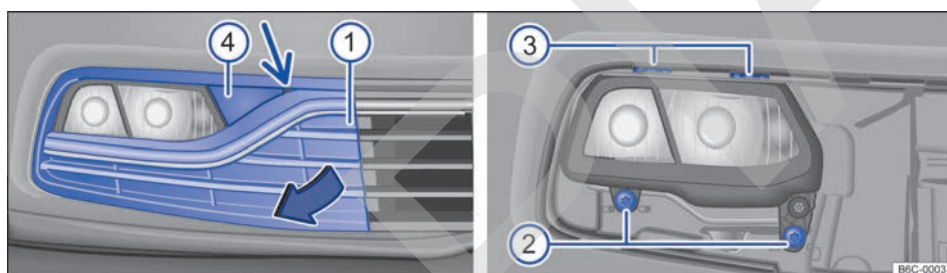

Fig. 155 En el lado derecho del paragolpes delantero: desmontaje de la cubierta y del faro (variante 2).
- 4 **Variante 2:** Tire del embellecador → fig. 155 4 hacia delante y retírelo (flecha pequeña).